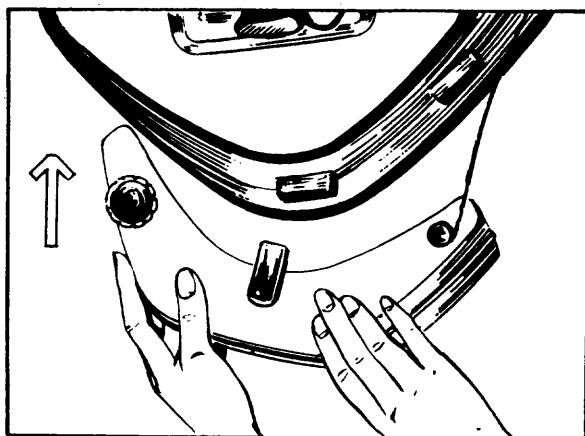

Fig. 1
- b Coloque el esparcidor de cera en la enceradora (fig. 1).